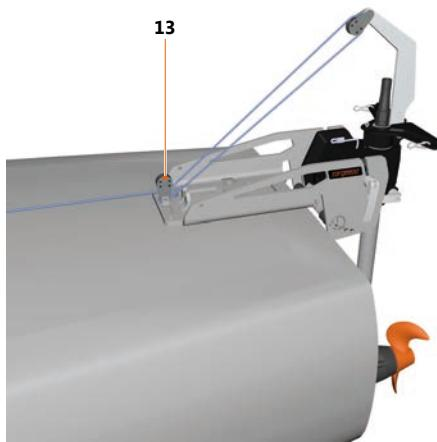

Fig. 24: Système de poulie des modèles 1103 AC
1. Accrochez le mousqueton du cordon de pivotement (11) au bras pivotant (12).
2. Passez le cordon de pivotement (11) dans l'un des deux systèmes de guidage (10).
Pour le modèle 1103 AC, le cordon de pivotement (11) doit être passé par le système de poulie, voir "Fig. 24: Système de poulie des modèles 1103 AC".
- Fixez la manette noire à l'avant du cordon de pivotement (11).